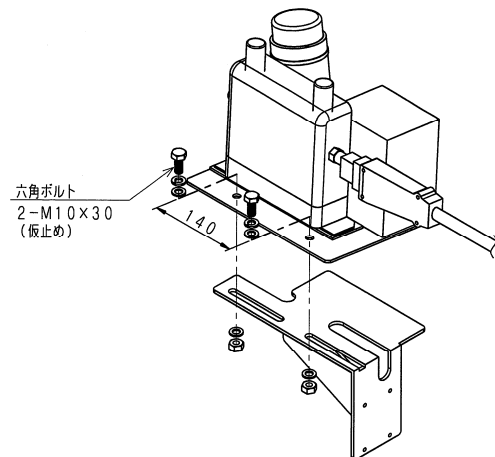

図 1.2 ワイヤ送給装置の取り付け(手順 2)
2. 図 1.2 を参考にワイヤ送給装置を固定ブラケットに取り付けてください。取り付けは六角ボルト・ワッシャ・ナットで仮止めします。(一線式パワーケーブルの張り調整を行うため仮止めしておきます。)